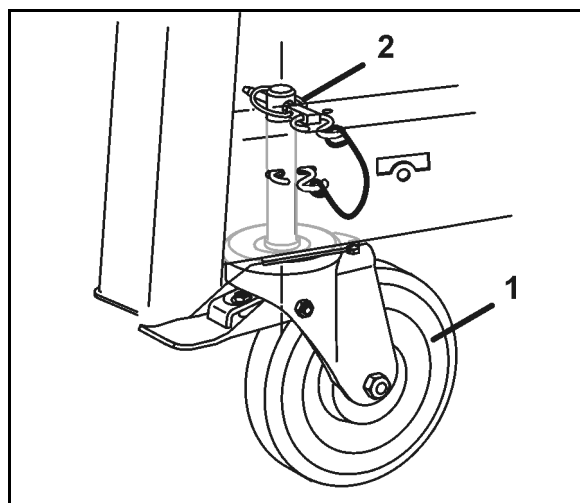

Fig. 43
5. Styrbare bremsruller (Fig. 43/1) foran
- o monter, og sikre med splint (Fig. 43/2), hhv.